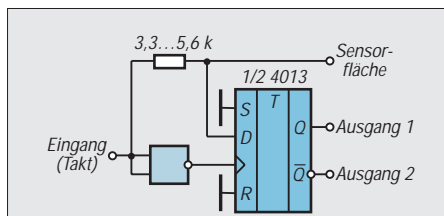

Bild 1: Einfacher Sensorschalter für getaktete Geräte
Bild 1 zeigt eine erprobte Lösung aus dem electronica-Band 241. Die Eingangsspannung für das D-Flip-Flop eilt dem Takt leicht voraus, denn der Inverter verzögert das Signal. Mit steigender Taktflanke übernimmt das Flip-Flop die Information am Eingang D und hält sie bis zur nächsten steigenden Taktflanke. Daher wird stets ein L-Signal übernommen und ausgegeben (Q). Wird der Sensorkontakt berührt, ergibt sich durch die Körperkapazität vor dem Takteingang ein Tiefpaß, so daß Anstiegs- und Abfallzeit des Signals an D groß werden.